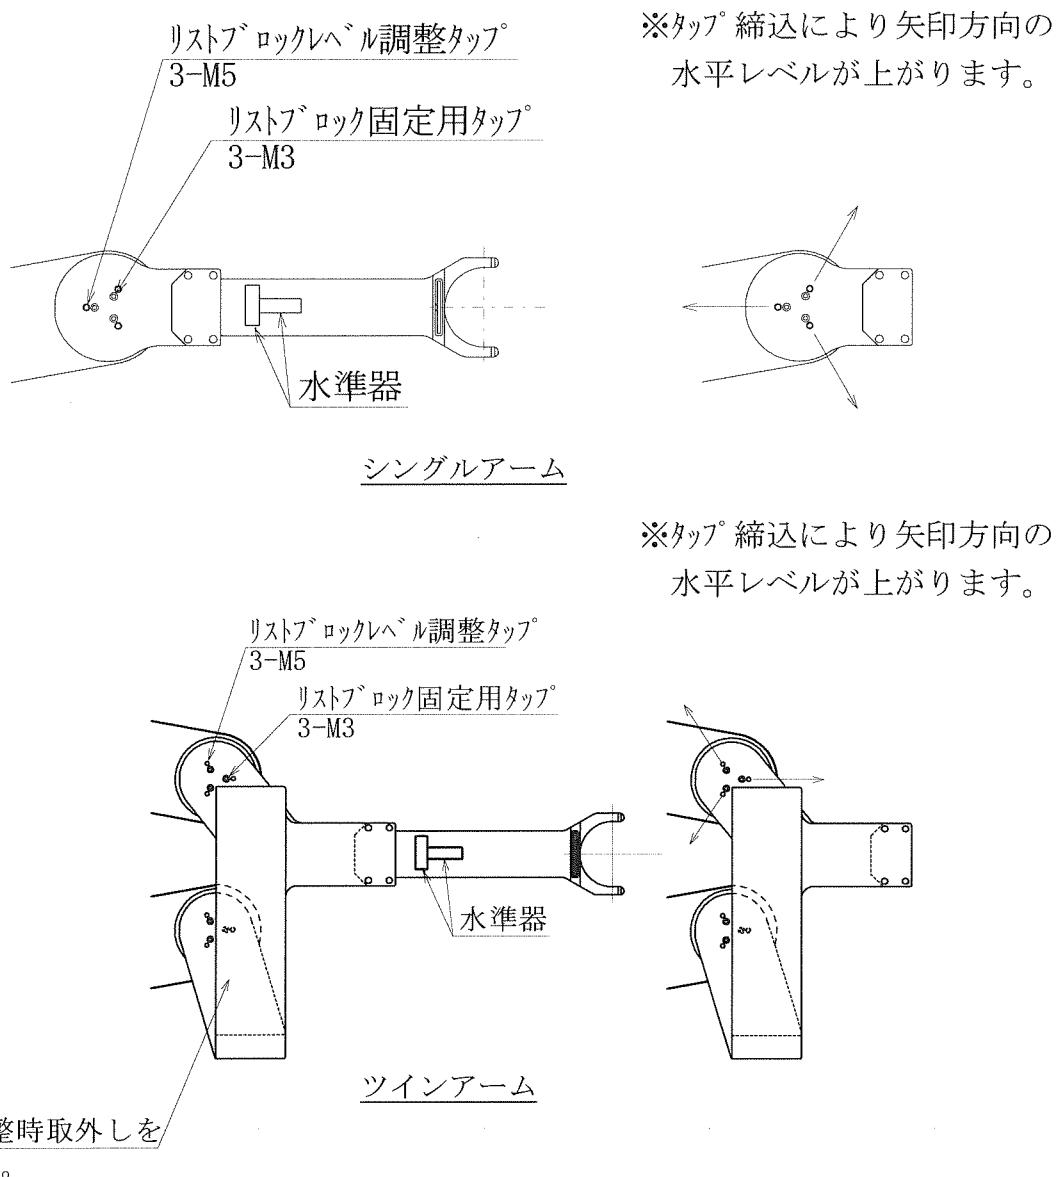
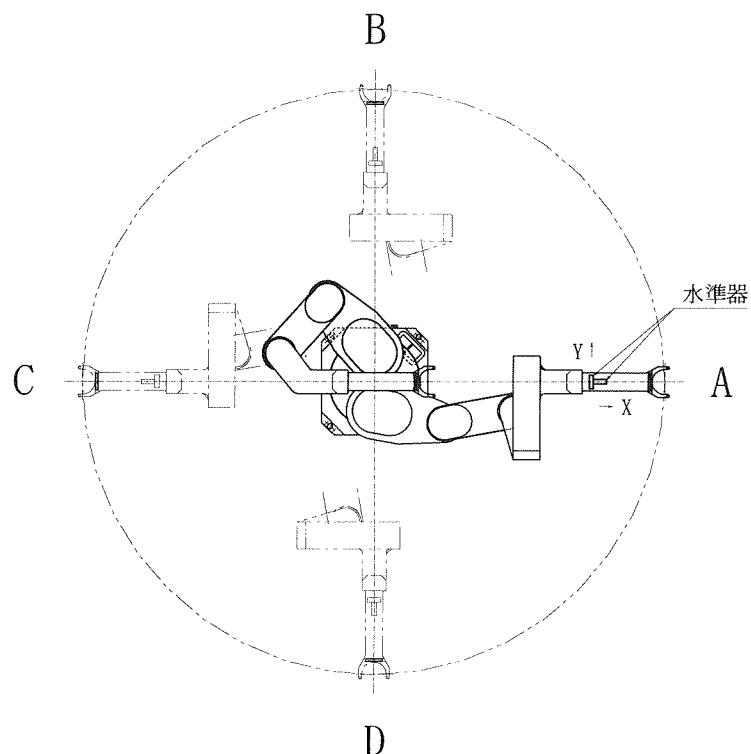

図4. リストブロックレベル調整タップ位置図
図5. 搬送位置でのレベル調整
最終調整は微調整の作業となりますので図4 リストブロックレベル調整タップで実施いたします。
(図5参照)
(2) お客様装置の各搬送ポイント(図5ではA～Dとする)までアームを伸ばしチャックに設置した水準器が水平になるように図4のリストブロック調整タップにて調整を行います。